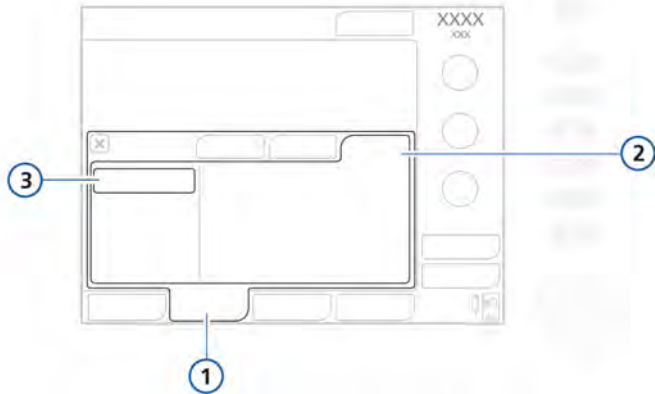

Figura 3-8. Ventana Transf. datos 1
2. Abra la ventana **Utilidades** -> **Transf. datos** (figura 3-8) y seleccione **Exportar registros**.